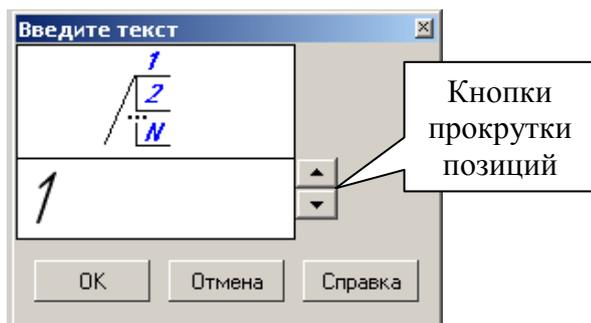
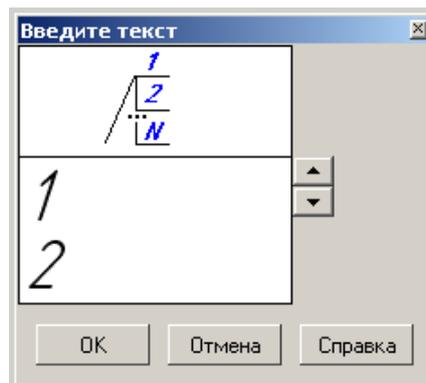

Рис. 1
Рис. 2
10. При работе с командой **Обозначение позиций** в системе КОМПАС-ГРАФИК 9.0, какие действия необходимо осуществить в диалоговом окне «**Введите текст**» (рис. 1), чтобы на линии обозначения позиций составных частей сборочного чертежа кроме позиции № 1 появилась текстовая надпись второй позиции (рис. 2).
- а) Щелкнуть один раз мышью на верхней кнопке прокрутки позиций (рис. 1), а затем нажать кнопку [**ОК**] в данном диалоговом окне.
- г) Последовательно нажать клавишу [**Enter**] на клавиатуре и дважды щелкнуть мышью на верхней кнопке прокрутки позиции (рис. 1), а затем нажать кнопку [**ОК**] в данном диалоговом окне.
- а) Геометрическую фигуру представленную на рис. 1, б.
- б) Геометрическую фигуру представленную на рис. 1, в.
- в) Геометрическую фигуру представленную на рис. 1, г.
- г) Все геометрические фигуры, представленные на рис. 1, можно отредактировать в системе КОМПАС-ГРАФИК 9.0 при помощи команды **Симметрия**.